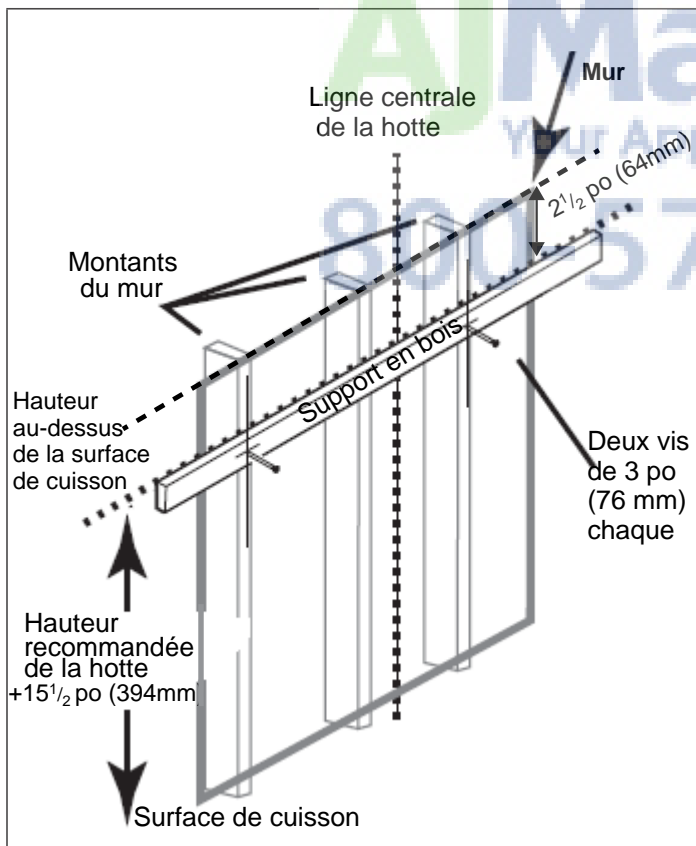

Figure 6: Montage du support en bois
4. Localisez un montant de chaque côté de la ligne centrale de la hotte, que vous utiliserez pour fixer le support en bois au mur, comme illustré sur la Figure 6.